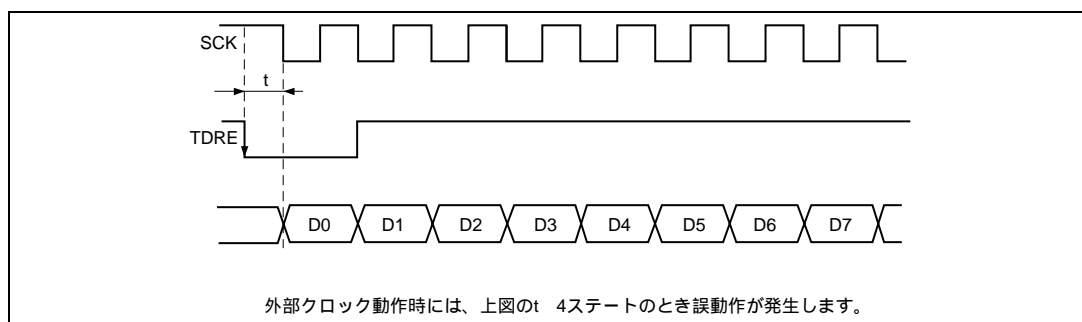

図 13.22 DMAC によるクロック同期式送信時の例
同期クロックに外部クロックソースを使用する場合、ダイレクトメモリアクセスコントローラ (DMAC) による TDR の更新後、システムクロック (CK) で 5 クロック以上経過した後に、送信クロックを入力してください。TDR の更新後 4 ステート以内に送信クロックを入力すると、誤動作することがあります (図 13.22)。